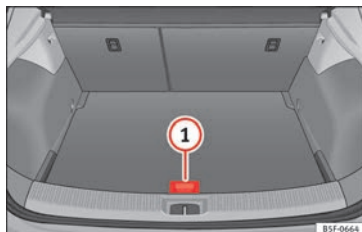

Fig. 180 Coffre à bagages : plancher modulable
- Relevez le plancher modulable à l'aide de la poignée » fig. 180 ①, tirez-le et poussez-le jusqu'au dossier de la banquette arrière jusqu'à ce que la partie mobile du plancher repose contre le dossier.